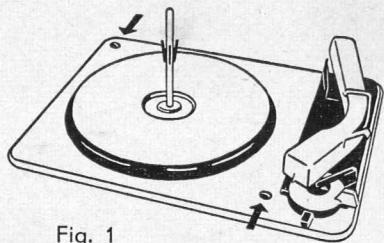

Fig. 1
1.1 Soltar el bloqueo del chasis sobre la placa de montaje, girando hacia la izquierda los dos tornillos, que se encuentran en los bordes laterales del chasis. Para poder efectuar reproducciones irreprochables, tiene el aparato que quedar suspendido libre — y elásticamente sobre la placa de montaje (Fig. 1). (No vale para BINGO 16.) Los tornillos de fijación para cercha de sustentación BINGO 16 son accesibles después haber removido el plato portadiscos.
1.1 Chassis-Arretierung auf der Grundplatte durch Linksdrehen der beiden Schrauben am Chassis-Rande lösen. Bei Spielbetrieb muß Gerät frei federnd auf der Grundplatte ruhen (Fig. 1). (Gilt nicht für BINGO 16). Befestigungsschrauben für Zarge BINGO 16 sind nach Abnahme des Plattentellers zugänglich.
1.1 Loosen chassis restrainer on the mounting base by turning both of the screws on the chassis rim counter-clockwise. When in operation, the unit must rest freely suspended on the mounting base (Fig. 1). (Not applicable for BINGO 16.) The fastening screws for mounting base BINGO 16 are accessible after having removed the turntable.
1.1 Libérer le chassis, pressé contre l'embase, en desserrant (rotation vers la gauche) les deux vis localisées sur le bord du chassis. Pendant l'audition d'un disque, le changeur doit pourvoir osciller élastiquement sur l'embase (Fig. 1). (N'étant pas applicable à BINGO 16.) Les vis de fixation pour le socle BINGO 16 sont accessibles après avoir enlevé le plateau.